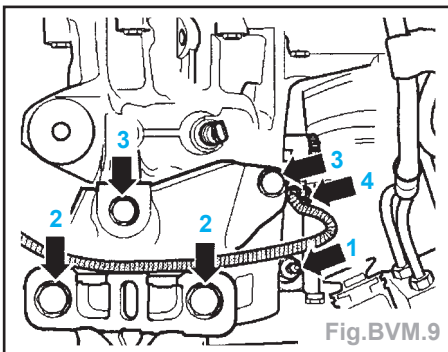
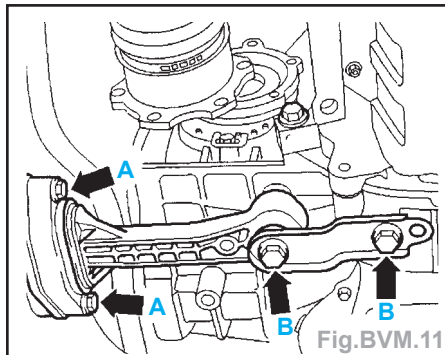

Fig.BVM.9
Fig.BVM.11
- Boîte de vitesses sur carrosserie (Fig.BVM.9) :
- vis (2) ..... **10 daN.m**
- remplacer les vis (B).
- Palier arrière de BV (Fig.BVM.11)
- vis (A) ..... **2 daN.m + 90°**
- vis (B) ..... **4 daN.m + 90°**
- Déposer le support de câble de direction assistée de la console de boîte de vitesses (1) (Fig.BVM.9).
- Déposer l'appui pendulaire (flèches A et B) (Fig.BVM.11).
- vis (A) ..... 2,5 daN.m
- vis (B) ..... **6 daN.m + 90°**
- Palier arrière de BV (Fig.BVM.11) :